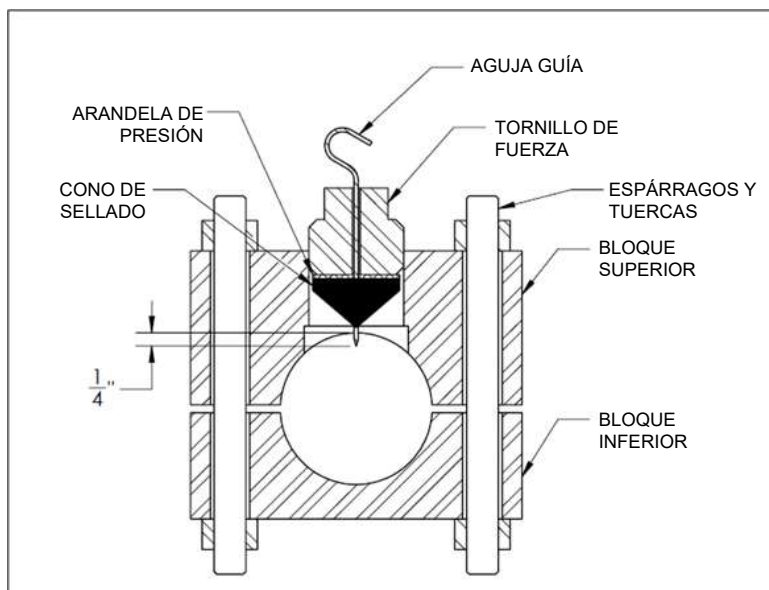

Figura 1
1. Retire el protector de la punta de la aguja guía y ajuste esta última para que sobresalga aproximadamente 1/4 pulgadas (6.4 mm) más allá del cono del sello. Ajuste el tornillo de fuerza hasta que la punta del cono del sello quede al ras con la superficie interior de la abrazadera "PLIDCO Smith+Clamp" como se muestra en la Figura 1.